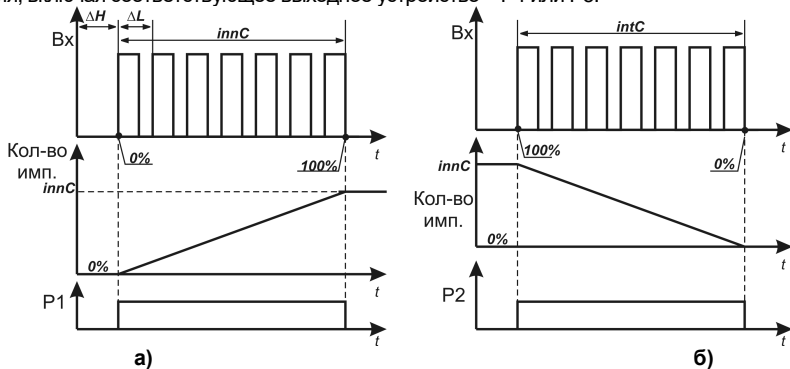

Рисунок 3.7
При **PreS = 2** – режим работы без дожатия. Открытое и закрытое положение задвижки определяется при выполнении двух условий (рисунок 3.7):
- значение времени хода задвижки находится в интервале, определяемом значениями параметров **innL** и **innH** ($\Delta L = innC - innL$, $\Delta H = innH - innC$), рисунок 3.7, а – определение открытого положения, рисунок 3.7, б – определение закрытого положения.